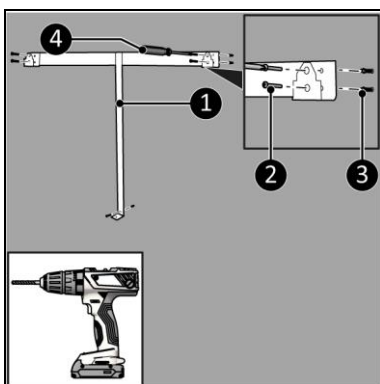

Figure 7
4. Placez le support mural (figure 7, pos. 1) contre le mur et marquez les cinq trous.
6. Insérez les chevilles (figure 7, pos. 3).
7. Vissez et fixez le support mural (figure 7, pos. 2) au mur avec cinq grandes vis (figure 7, pos. 2) à l'aide d'un tournevis Phillips (figure 7, pos. 4).